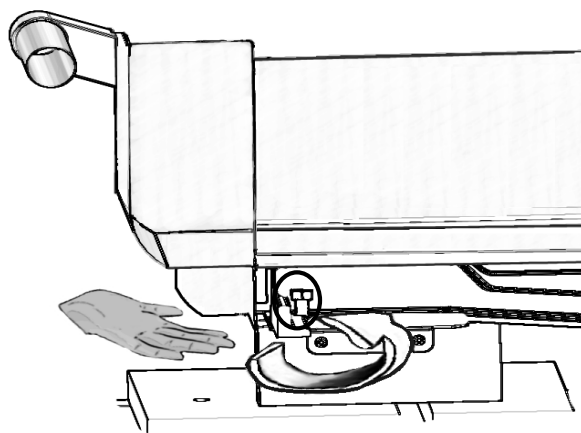

Figura 6: Quite la tuerca del cajón calentador situada en la plataforma de expedición.
- Modelos PRDS48JDSGU/C:** Para tener acceso a los pernos de la plataforma de expedición situados debajo del cajón calentador, alcance la tuerca detrás y sobre la estructura del aparato y sujétela con una llave de ½ pulg. (vea la *Figura 6*). Use otra llave para aflojar la tuerca situada abajo. **NO** quite el cajón calentador.